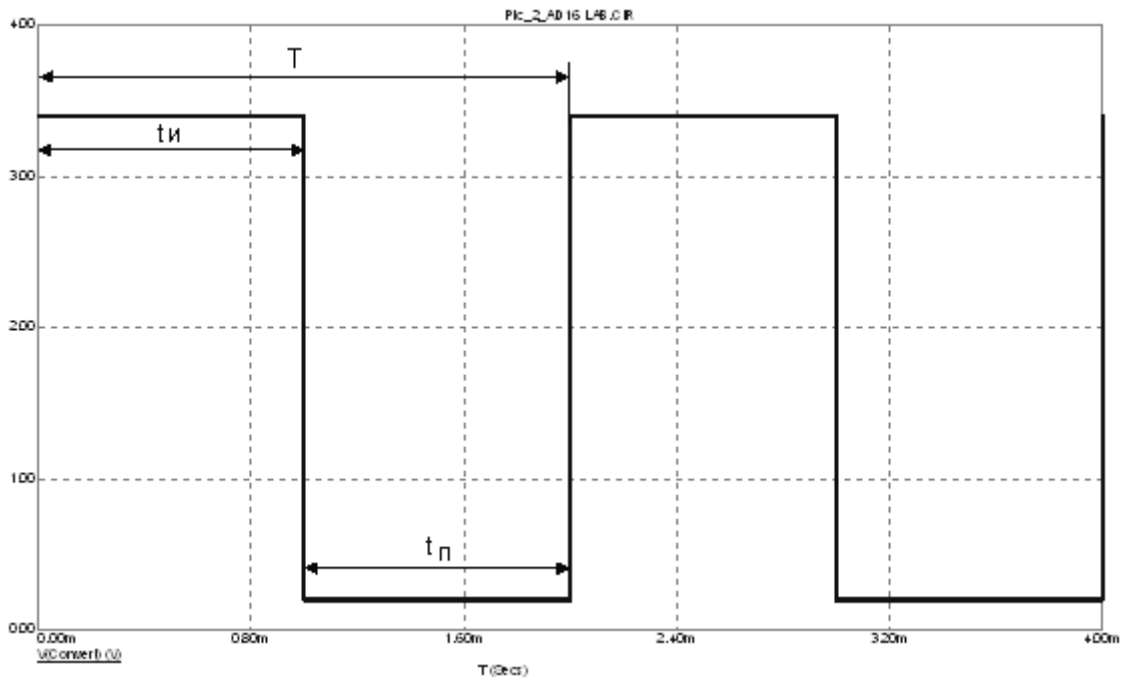

Рис. 2. Определение периода тактирующего генератора U2.
1.3 Установить величину частоты дискретизации  $f_d$ , задаваемую для АЦ генератором U2 равной 500 Гц (для этого: два щелчка мыши по генератору U3, в верхнем окне выбрать параметр Command=convert1, в нижнем окне в двух последних строках задать время импульса  $t_i$  и время паузы  $t_p$ , в сумме дающие период импульса  $T$ , пусть  $t_i = t_p$ , пример таких импульсов показан на рис. 2). Известно:  $f_d = 1/T$ . Значок  $\mu$  – обозначает микро. В десятичных дробях используется точка вместо запятой.